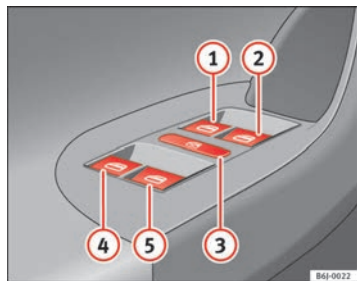

Abb. 47 Ausschnitt aus der Fahrertür: Tasten für die Fenster vorne und hinten
Die Tasten ⇒ Seite 86, Abb. 47 ①, ②, ④ und ⑤ weisen zwei Stufen zum Öffnen und zwei zum Schließen des Fensters auf.